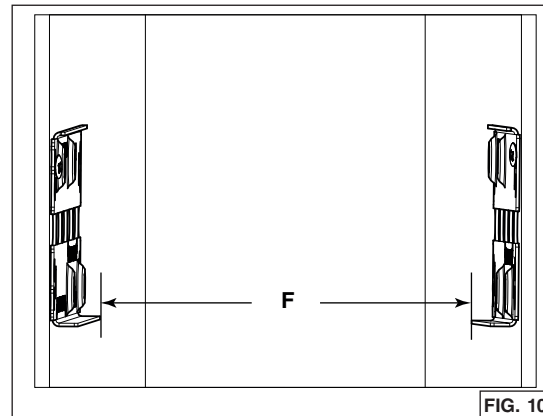

FIG. 10
6. Mesurer la distance entre les rebords du bas des deux supports (F) (FIG. 10). Le tableau ci-dessous indique les distances apprôpriées nécessaires :